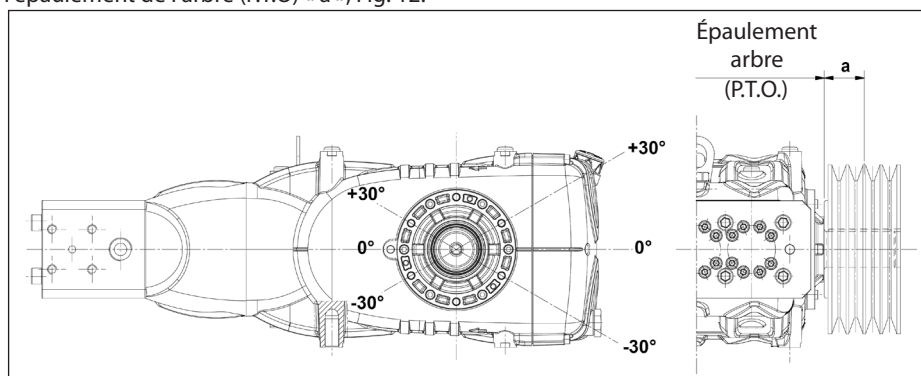

Fig. 12
La transmission est considérée appropriée si une telle charge est appliquée à une distance maximum de **a = 40 mm** de l'épaulement de l'arbre (P.T.O) comme l'indique la Fig. 12.
- b) Utiliser des courroies à haut rendement - par exemple **XPB** au lieu de **SPB** - car il sera nécessaire d'avoir une quantité inférieure de courroies égales à la puissance transmise et par conséquent une distance inférieure de la résultante par rapport à l'épaule de l'arbre (P.T.O) « a », Fig. 12.
- e) Contrôler la direction de la tension de la courroie comme l'indique la Fig. 12 : pour d'autres nécessités, contacter le **Bureau Technique** ou le **Service d'Assistance Clients**.